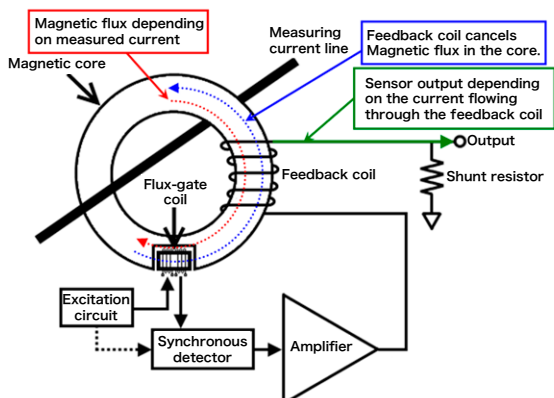

Fig. 3 Zero-flux method (flux-gate type).
ゼロフラックス方式とは，Fig.3, 4のように磁気回路を含めて負帰還回路を形成し，被測定電流によってコアに生じる磁束をキャンセルするように帰還コイルに電流を流す方式である．動作磁束を極めて小さいレベルに抑えられるため，磁性材の非線形性による影響を最小限に抑えることができる利点がある．当社の高精度電流センサは，Fig.3に示すフラックスゲート方式と変流器 (CT) 方式を組み合わせたゼロフラックス方式である．フラックスゲート方式は直流からの検出が可能であり，半導体を使用しない検出方式のため，オフセット電圧が小さく，温度安定性，長期安定性に優れている特長がある．当社は，確度 0.02 %rdg.，帯域 3.5 MHz と世界トップクラスの精度と帯域を持つ電流センサを提供している．また，フラックスゲート方式の高い温度安定性を活かし， $-40^{\circ}\text{C}$ ～ $+85^{\circ}\text{C}$  までの温度範囲で使用可能な製品も提供している．